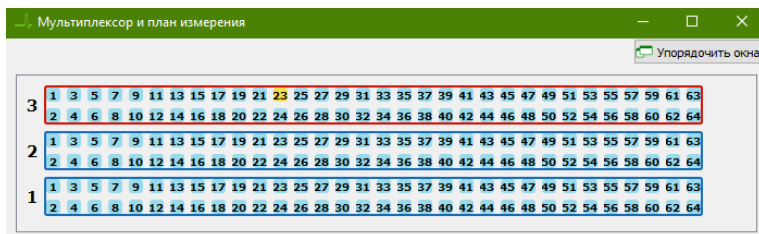

Рисунок 36. Выбор канала мультиплексора в ПО EPLab.
- 1.6. Выбрать канал в окне "Мультиплексор и план измерения", щелкнув на номер канала на голубом фоне, при этом выбранный канал поменяет цвет на желтый (Рисунок 36).